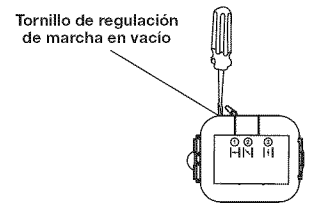

Fig. 21
La velocidad de marcha en vacío del motor se puede ajustar. Hay un tornillo de regulación de marcha en vacío entre la tapa del filtro de aire y la tapa del motor (Fig. 21).
2. Suelte el gatillo y deje que el motor se mantenga en marcha en vacío. Si el motor se para, inserte un destornillador Phillips pequeño entre la tapa del filtro de aire y la tapa del motor (Fig. 21). Gire el tornillo del ralenti a la derecha dándole 1/8 de vuelta cada vez (según sea necesario) hasta que el motor se mantenga en ralenti sin inconvenientes.